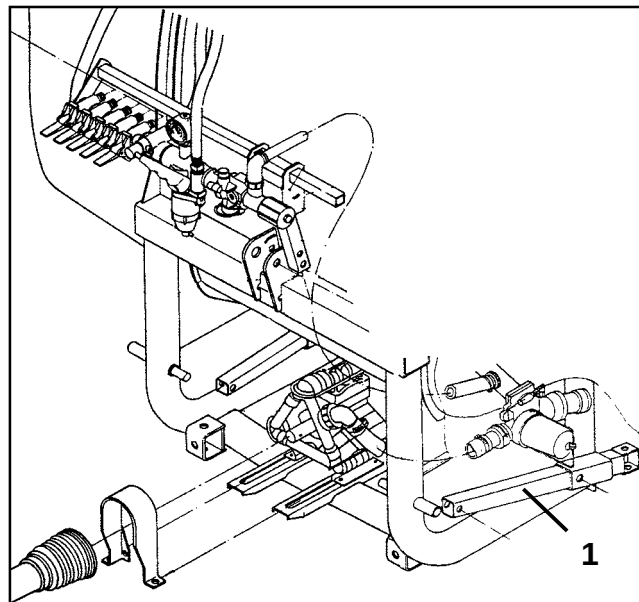

Fig. 5.1
- Støttebenene (fig. 5.1/ 1) skubbes ind og låses.
- Begge støtteben (fig. 5.1/ 1) skubbes ud og låses.